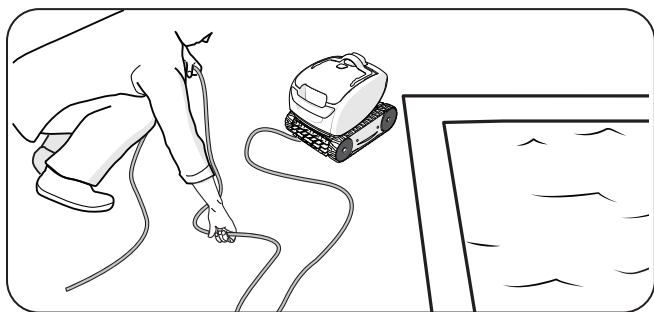

Figure 18. Étendre le câble au soleil
4. Retirer le robot nettoyeur de la piscine et démêler les nœuds et les enchevêtrements dans au niveau du câble flottant. Commencer par la tête du robot nettoyeur. Étendre le câble au soleil afin de l'aplanir complètement (Figure 18).